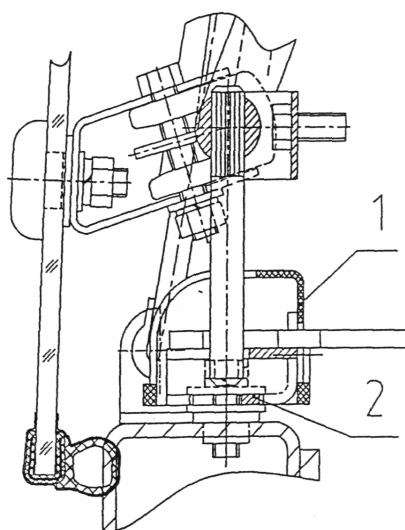

Рис. 5.16.8. Фиксация окна заднего:
Стекло в закрытом положении фиксируется замком 1 (рис. 5.16.8), в открытом положении фиксируется пневмоподъемниками.
- отрегулировать положение замка 1 (рис. 5.16.8) изменением положения шайб 2 и перемещением замка в горизонтальной плоскости, удаляя или приближая замок к стеклу (происходит регулировка прилегания стекла к проему);